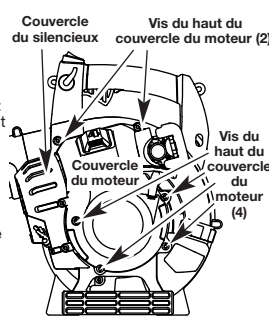

Fig. 28
- Tournez l'écrou de réglage à l'aide d'une clé de 8 mm (5/16 po) ou d'un tournevis à embout hexagonal (Fig. 28).
REMARQUE : Assurez-vous que les vis soient réinstallées dans leurs trous originaux (Fig. 28).